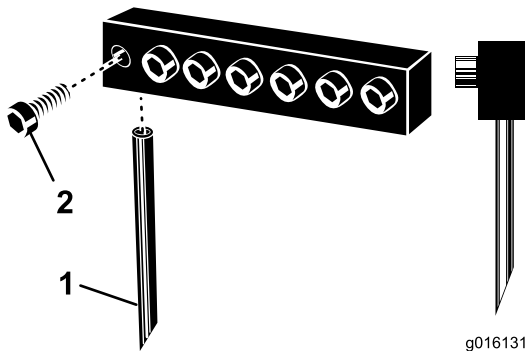

图27
- 旋松夹紧螺栓，然后拆下之前使用的打孔针（图27）。
**注意：** 空心打孔针的放置应使排出槽朝向后面，而实心打孔针则应使针尖角度朝向机器（图27）。